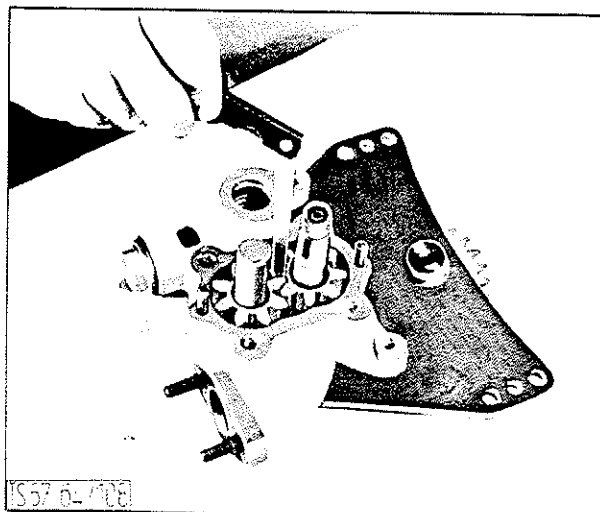

BILD 73 : Messen des Zahnflankenspieles
4. Axialspiel der Zahnräder messen (Bild 73). Bei Übersteigen des zulässigen Verschleißes die abgenutzten Teile ersetzen.